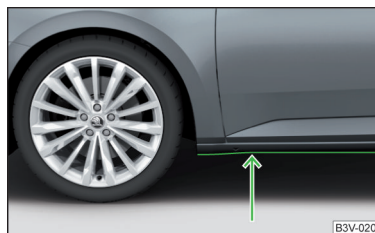

Abb. 162
- Daher vor einer Wasserdurchfahrt die Wassertiefe feststellen. Der Wasserstand darf maximal an die Unterseite des Unterholms reichen » Abb. 162.